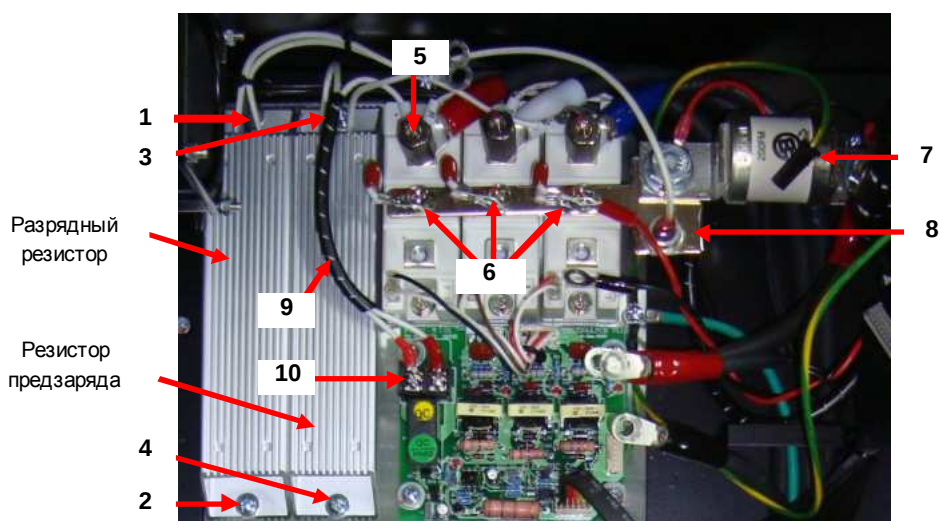

Рис. 7.10. Расположение разрядного резистора и цепи предзаряда.
7.8.1.1. Установить резистор предзаряда, вставив проушину на его основании со стороны проводов, под шайбу к винту 3 (рис. 7.10).
7.8.1.2. Зафиксировать резистор, вкрутив винт 4 в свободную проушину (рис. 7.10). Затянуть винты.
7.8.1.3. Закрепить стойкой 5 наконечник «R» перемычки цепи предзаряда, наконечник «R» провода питания трансформатора, а также наконечник силового вводного кабеля фазы «R» (красного цвета) (рис. 7.10).
7.8.2.1. Установить резистор предзаряда, вставив проушину на его основании со стороны проводов, под шайбу к винту 3 (рис.7.10).
7.8.2.2. Зафиксировать резистор, вкрутив винт 4 в свободную проушину. Затянуть винты (рис.7.10).
7.8.2.3. Прикрутить провод резистора с наконечником к клемме «ТВ1» платы управления тиристорами. Скрутить монтажной спиралью данный провод с перемычкой цепи предзаряда (рис.7.10).
7.8.4. Установить «шину +» с диодом предзаряда. Вкрутить три винта 6, надев на них наконечники снабберных конденсаторов, как показано на рис.7.10.
7.9.1. Установить резистор, вставив проушину со стороны проводов резистора, под шайбу к винту 1 (рис.7.10).
7.9.2. Зафиксировать резистор, вкрутив винт 2 и затянуть винты (рис.7.10).